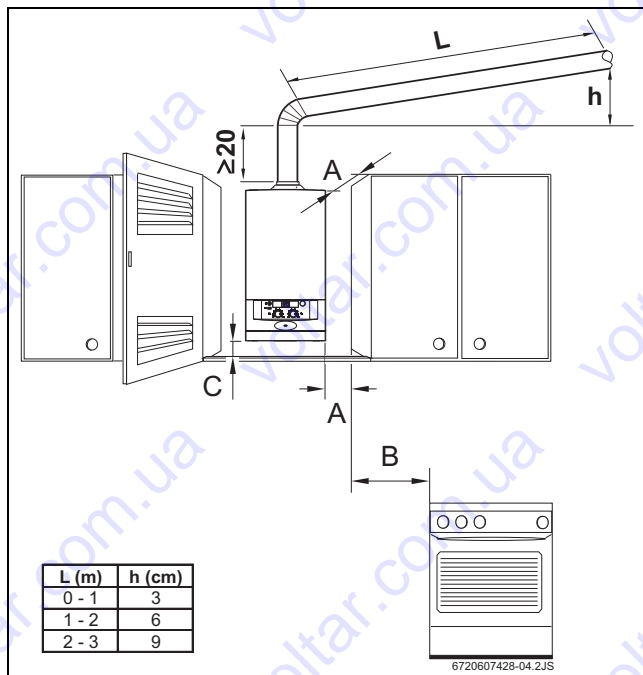

Рис. 6 Минимальные расстояния
- ▶ следует обеспечить достаточное пространство для выполнения работ по монтажу и техническому обслуживанию - необходимо учесть допустимые расстояния, указанные на рис. 6.